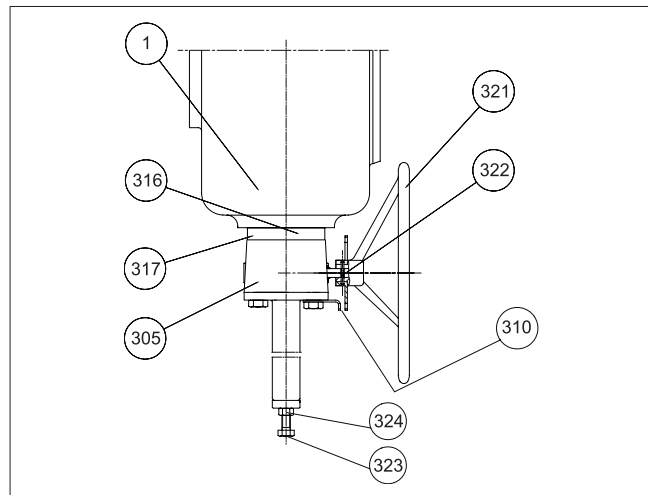

Fig. 29 Actionneur B1JARR
L'actionneur B1JARR est identique au B1JA à ceci près qu'il peut être manœuvré manuellement de manière à amener le piston à la position supérieure contre le ressort en cas d'absence d'alimentation pneumatique. Tourner la poignée dans le sens horaire pour fermer la vanne. Un actionneur B1JA peut être transformé en actionneur B1JARR par remplacement du carter (1) et adjonction des pièces (305 à 324). Cf. Figure 29.
Nomenclature de la figure 29 :